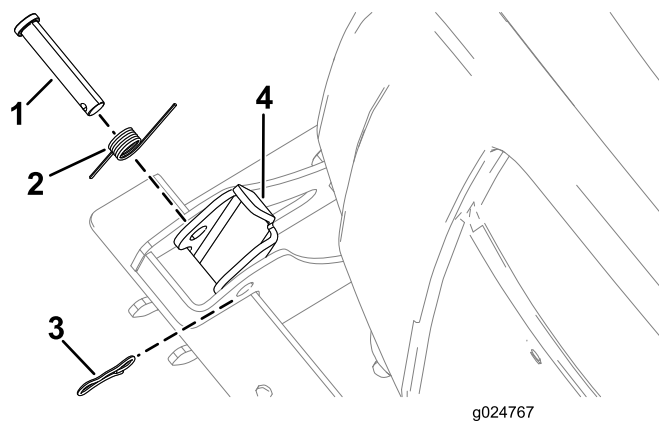

Figure 55
- Déposez l'axe de chape et le ressort du verrou (Figure 55).
- Retirez la goupille fendue de l'axe de chape (Figure 55).